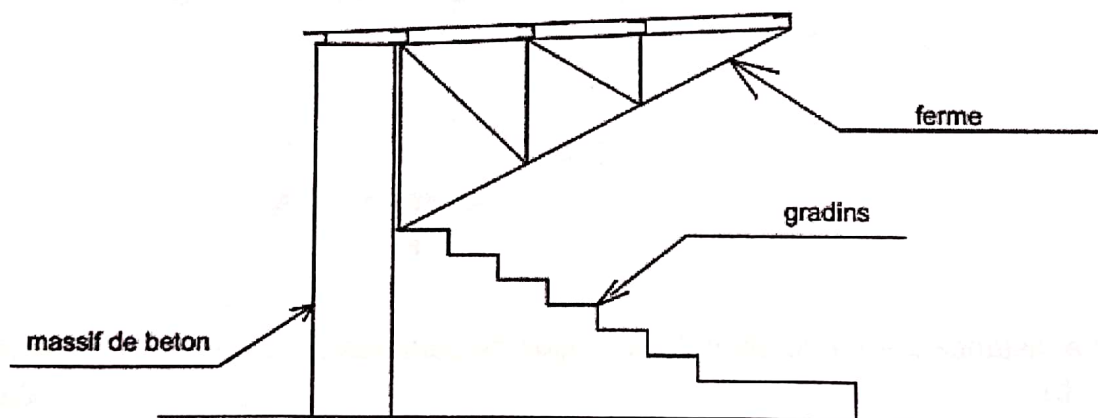

Figure 1
- Fermes métalliques : portée 6,00 m ; espacement régulier = 5,00 m ; elles sont supportées par un massif de béton (figure 1) ;
Les pannes sont des profilés U disposées suivant le schéma de la figure 1. Elles reçoivent les charges des tôles (charges uniformément réparties  $q$ ) et des lampes d'éclairage qu'elles supportent.